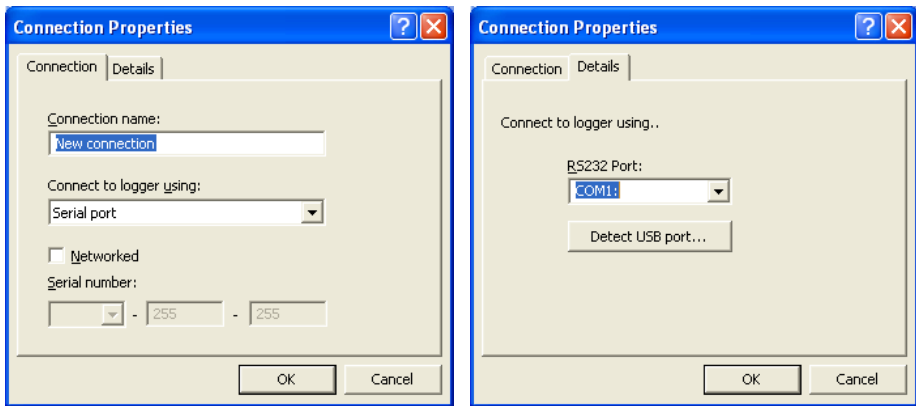

图 A6 连接属性
3. 在 **Connections**（**连接**）对话框中，单击 **Add...**（**添加...**）弹出 **Connection Properties**（**连接属性**）对话框。见图 A6。